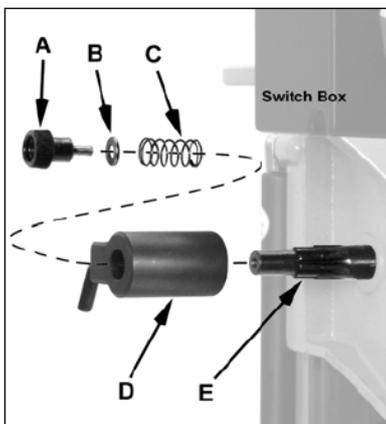

Рис. 3
Для замены прижимной ручки (A, Рис. 3) снимите шайбу (B) и пружину (C).